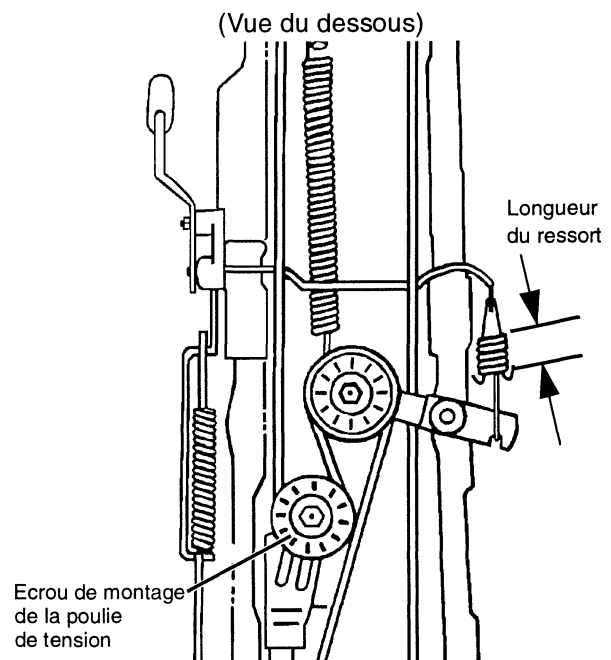

FIGURE 39
- Mesurer la longueur de fonctionnement du ressort d'embrayage (voir Fig. 39.) La mesure doit être de 42 à 45 mm (1.65 à 1.77 po). La longueur de fonctionnement du ressort d'embrayage est réglée en glissant la poulie de tension arrière dans l'encoche de son support de montage, comme suit: